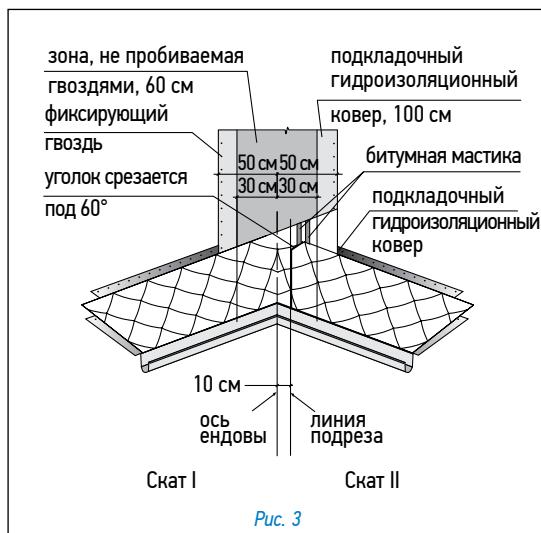

Рис. 3
Ендова (рис. 3)
- лист, подходящий к ендовой со ската II, должен доходить до линии подрезки и обрезаться по ней. Верхний уголок обрезанного края листа подрезается под углом 60° (5 × 3 см — рис. 3);